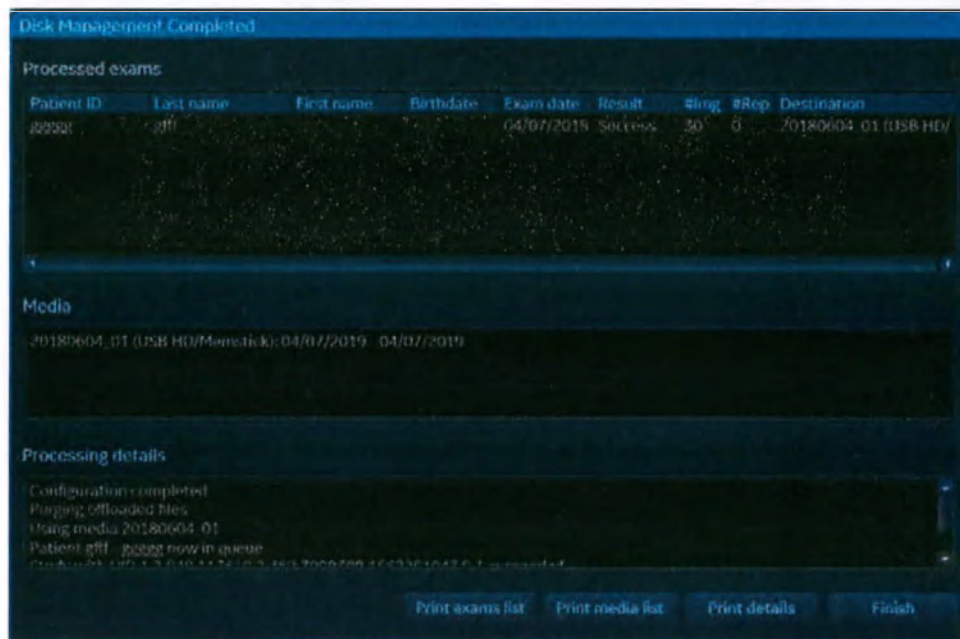

Рис. 9-65. Окно завершения управления диском
- После завершения копирования всех файлов открывается окно *Disk management completed* (Управление диском завершено) (Рис. 9-65), в котором отображается список обработанных исследований, использованные носители и подробный журнал.